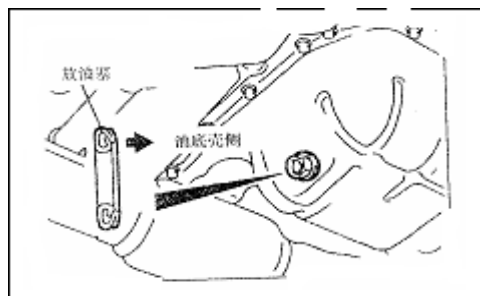

图 6-1
- (1) 检查机油的油量是否在油量表的显示范围内。
- (2) 检查机油是否明显变脏, 冷却液或汽油是否混入, 检查机油是否有适当的粘度 (见图 6-1)。